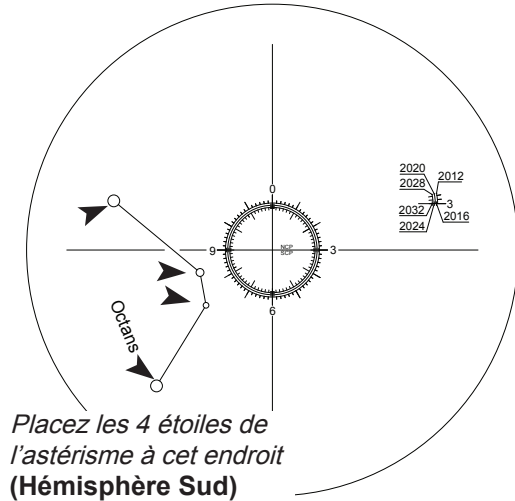

Fig. 3.2a
Une fois l'éclairage allumé, le dessin gravé sur le réticule (Fig. 3.2a) doit apparaître dans le champ du viseur polaire. Si l'image est floue, tournez la bague moletée de l'oculaire du viseur pour effectuer la mise au point.
- 2. Si vous êtes dans l'hémisphère Sud :** Dans le champ du viseur polaire, repérez les 4 petites étoiles (voisines des magnitudes 5 et 6) qui forment l'astérisme de la constellation de l'Octant, comme marqué sur le réticule (Fig. 3.2a). Desserrez le frein de l'axe d'A.D. et tournez l'axe pour aligner l'astérisme gravé sur le réticule avec la position réelle de la constellation de l'Octant dans le ciel. Utilisez les vis de réglage fin de l'azimut et le levier escamotable de la hauteur pour placer les 4 étoiles dans les petits cercles de l'astérisme gravé sur le réticule.
Comme l'étoile Polaire n'est pas située exactement sur le pôle Nord céleste, elle nous apparaît tourner autour de lui dans le viseur polaire. Les cercles gravés au centre du réticule (Fig. 3.2a) représentent les orbites apparentes de l'étoile Polaire, en fonction des années, autour du pôle Nord céleste vrai (situé en plein centre et marqué NCP). De ce fait, lors de la mise en station, il est important de connaître 2 choses : l'année d'observation et la position apparente de l'étoile Polaire le long de l'orbite correspondante, à la date donnée. Deux méthodes permettent de déterminer cette position :
2. A la fin de l'étalonnage du système SynScan, et après la saisie de la longitude, de la latitude, de la date et de l'heure locales, la raquette affiche le message **Polaris Position in P.Scope=HH:MM**. Le cercle de la Fig. 3.2a est assimilable au cadran d'une horloge de 24h, où 12:00 est en haut et HH:MM représente l'heure sur le cadran. L'angle horaire de l'étoile Polaire est donné par cette valeur HH:MM que l'on projette ensuite sur le cadran virtuel de l'horloge, indiquant ainsi la position attendue de la Polaire dans le viseur. Il suffit ensuite de placer la Polaire à l'heure indiquée sur l'orbite de l'année correspondante.